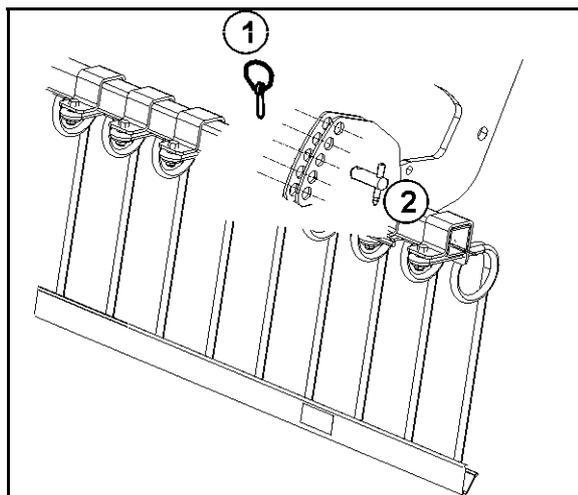

Fig. 31
2. Desserrez la goupille d'arrêt (Fig. 31/1).
3. Insérez l'axe de réglage (Fig. 31/2) dans la position souhaitée.